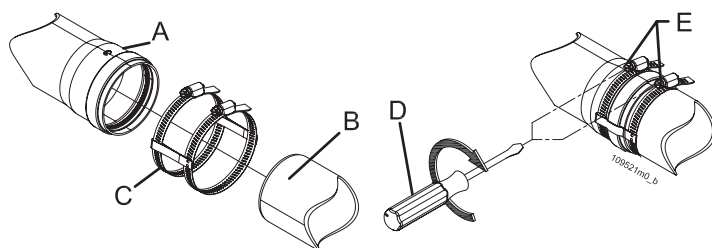

Figure 5-20 - Fixation des conduit d'évacuation et d'aspiration
**ATTENTION !!! Fixer mécaniquement les encastresments entre les différents éléments qui composent le conduit d'évacuation et d'aspiration, à l'aide de systèmes de fixation ou équivalents. Voir la Figure 5-20.**